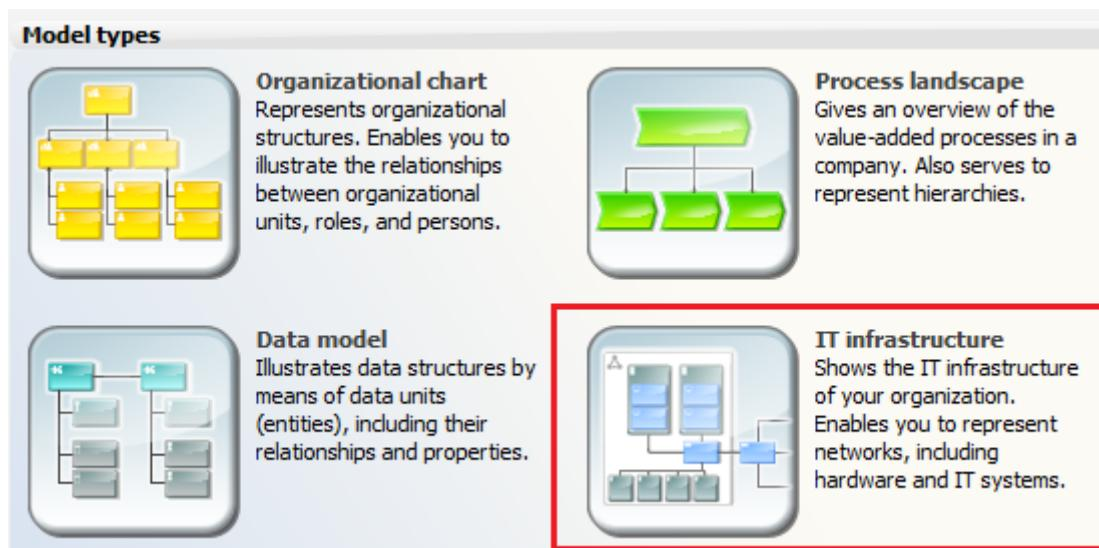

Рисунок 4.1
1. Запустить ARIS Express, перейти в главное окно (рисунок 1.1) и создать модель данных, выбрав вид модели «IT infrastructure» (рисунок 4.1).